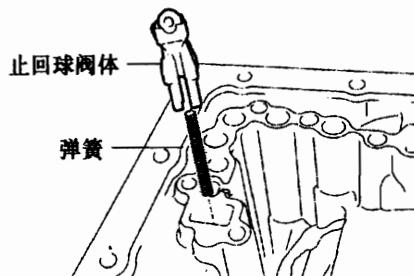

图 12-1-3
- (17) 如图 12-1-3 所示，拆下止回球阀体和弹簧。